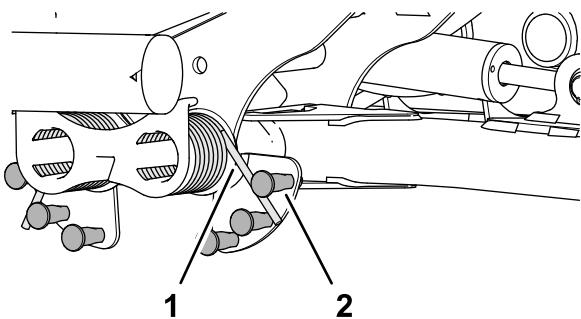

图 51
2. 将平衡压力弹簧的长端插入管或类似物体中然后将弹簧围绕带肩螺柱旋转到所需位置 图 51。